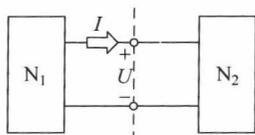

图 1.1.2 二端网络概念
(1) 二端网络：如图 1.1.2 所示的模型， $N_1$ 、 $N_2$  由电路元件相联接组成、对外只有两个端钮，这个网络整体称为二端网络。
(2) 等效的本质：两个二端网络等效是指对二端网络外部电路而言，它们具有相同的伏安关系。